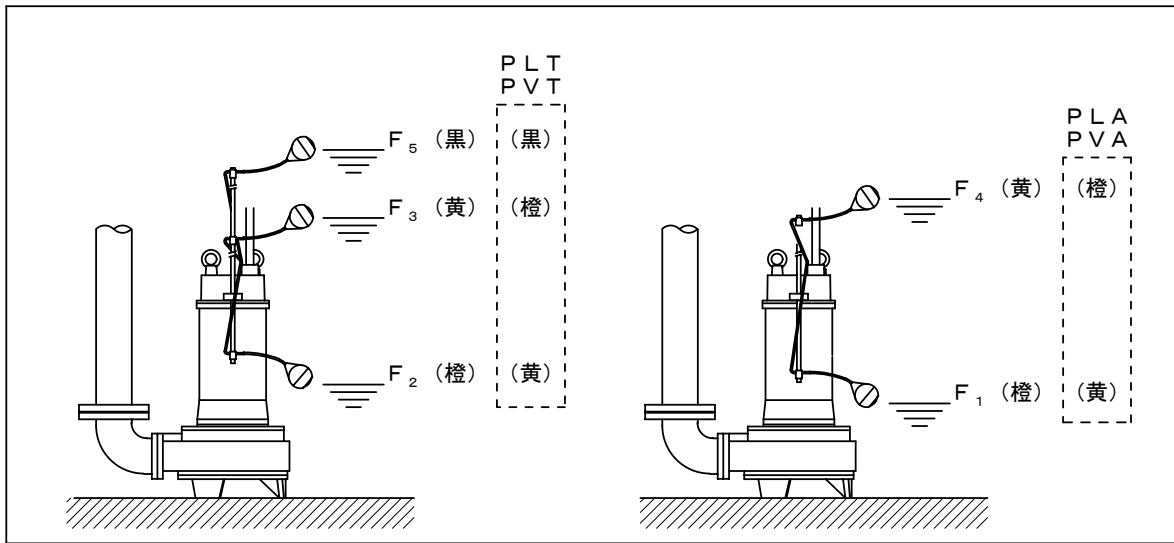

図 1
(3) 自動交互並列式の場合（PLT型、SSUT型、PVT型、BOT型、KOT型、SVCT型、SCUT型）
- ・フロートスイッチの設定は、(図1参照) $F_1 < F_2 < F_3 < F_4 < F_5$ となるようにセットしてください。なお、各フロートの間隔は50mm以上になるようにしてください。設定水位が正常でないと誤作動の原因となります。